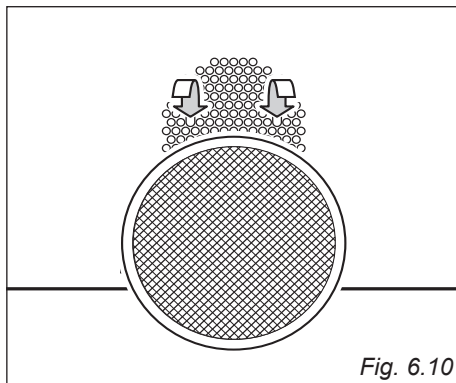

Fig. 6.10
L'arrière du four est muni d'un écran spécial pour absorber les particules de graisse, surtout lorsqu'on fait rôtir des viandes (fig. 6.10).
- Le filtre est accroché à la paroi postérieure du four comme illustré sur la figure 6.10.